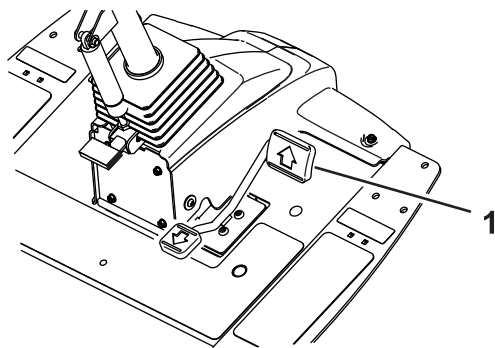
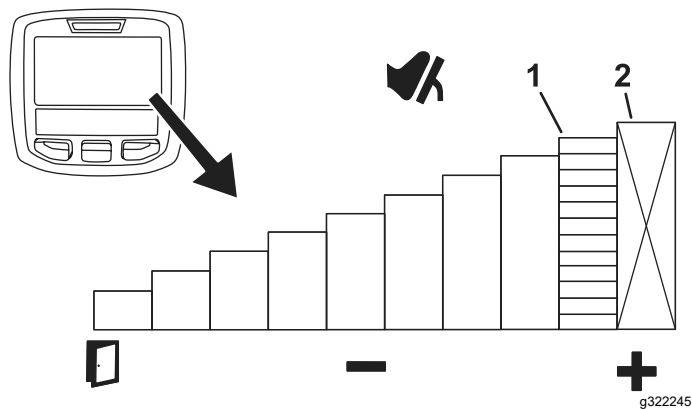

Figura 27
Figura 28
Per impostare temporaneamente la velocità massima della macchina, premete fino in fondo il pedale di comando della trazione (Figura 27). Potete impostare una velocità separata per il range di lavoro e il range di trasferimento (Figura 28).
- Per accedere a questa funzionalità, selezionate il pulsante centrale dell'InfoCenter dalla schermata principale (Figura 28).